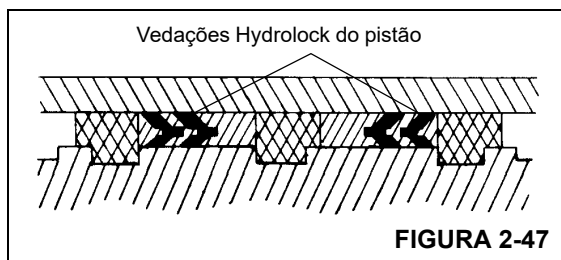

FIGURA 2-47
4. Instale uma vedação hydrolock de reposição na parte externa do pistão (Figura 2-47). Deixe a outra vedação hydrolock de fora por enquanto, de forma que ainda haja acesso ao furo do parafuso de trava do pistão.